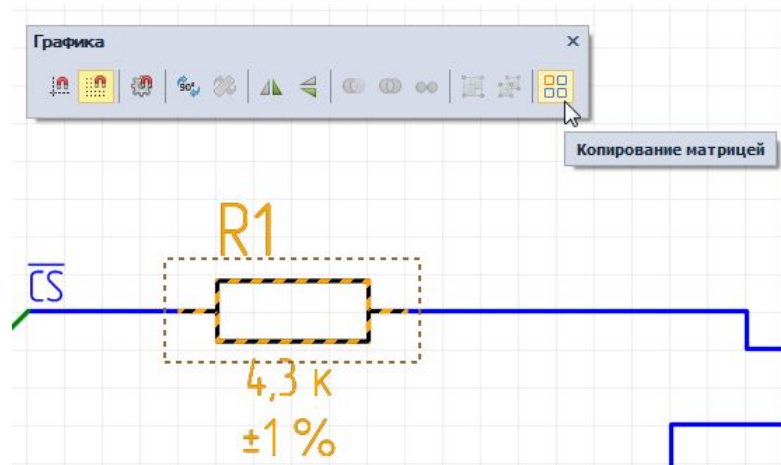

Рис. 205 Копирование объекта матрицей
2. Выбрать инструмент «Копирование матрицей» на панели инструментов «Графика», см. Рис. 205.